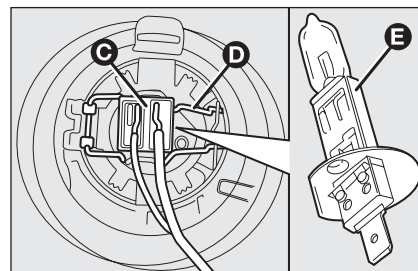

fig. 26
- ☐ débrancher le connecteur électrique **C**-fig. 26 ;